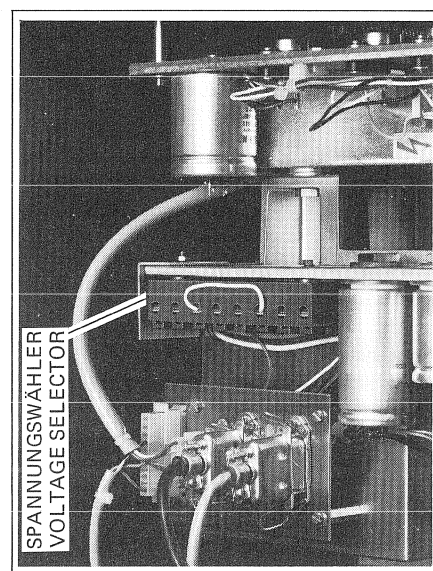

Fig. 2.1
- Rückwand öffnen und Spannungswähler kontrollieren (Fig. 2.1/2.2).
- Open rear panel and check voltage selector (Fig. 2.1/2.2).